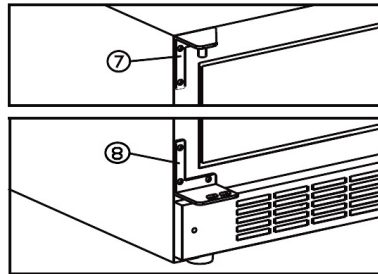

fig. 5.4
- Monter vedlagte venstre top- og bundhængsel (7 + 8). Se fig. 5.4
- Isæt den tidligere afmonterede dørtap (3) i bundhængslet
- Monter døren op i tophængslet (7) og ind på dørtappen (3), fastskru dørtappen (1)